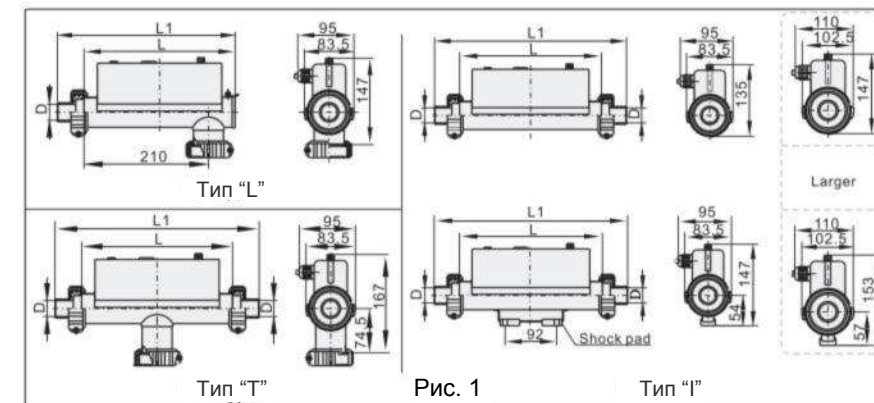

Рис. 1
- 2.1 Нагреватель должен быть установлен горизонтально. Размеры и положение нагревателя для опоры и крепления указаны на рис.1.